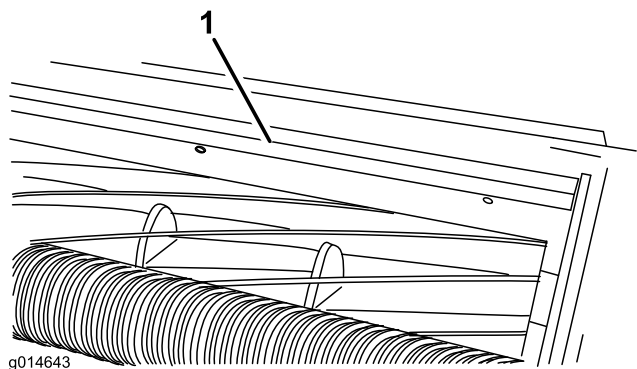

Figura 12
1. Afloje los tornillos que sujetan la barra superior (Figura 12) a la unidad de corte.